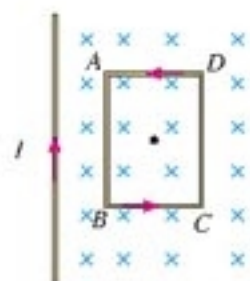

图 4.3-5 线圈附近磁场的特点是左边强、右边弱。
**分析与解答** 选择矩形线圈为研究对象,画出载流直导线一侧的磁感线分布图(图4.3-5),磁感线方向垂直纸面向里,用“ $\times$ ”表示。